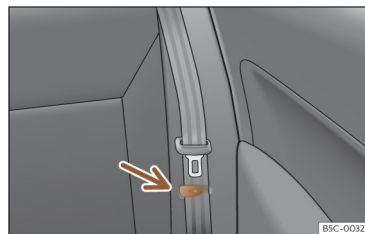

**Fig. 96** Banco traseiro: pinça para fixar o cinto de segurança.
- Coloque os cintos de segurança laterais no suporte do revestimento >>> **Fig. 96**.